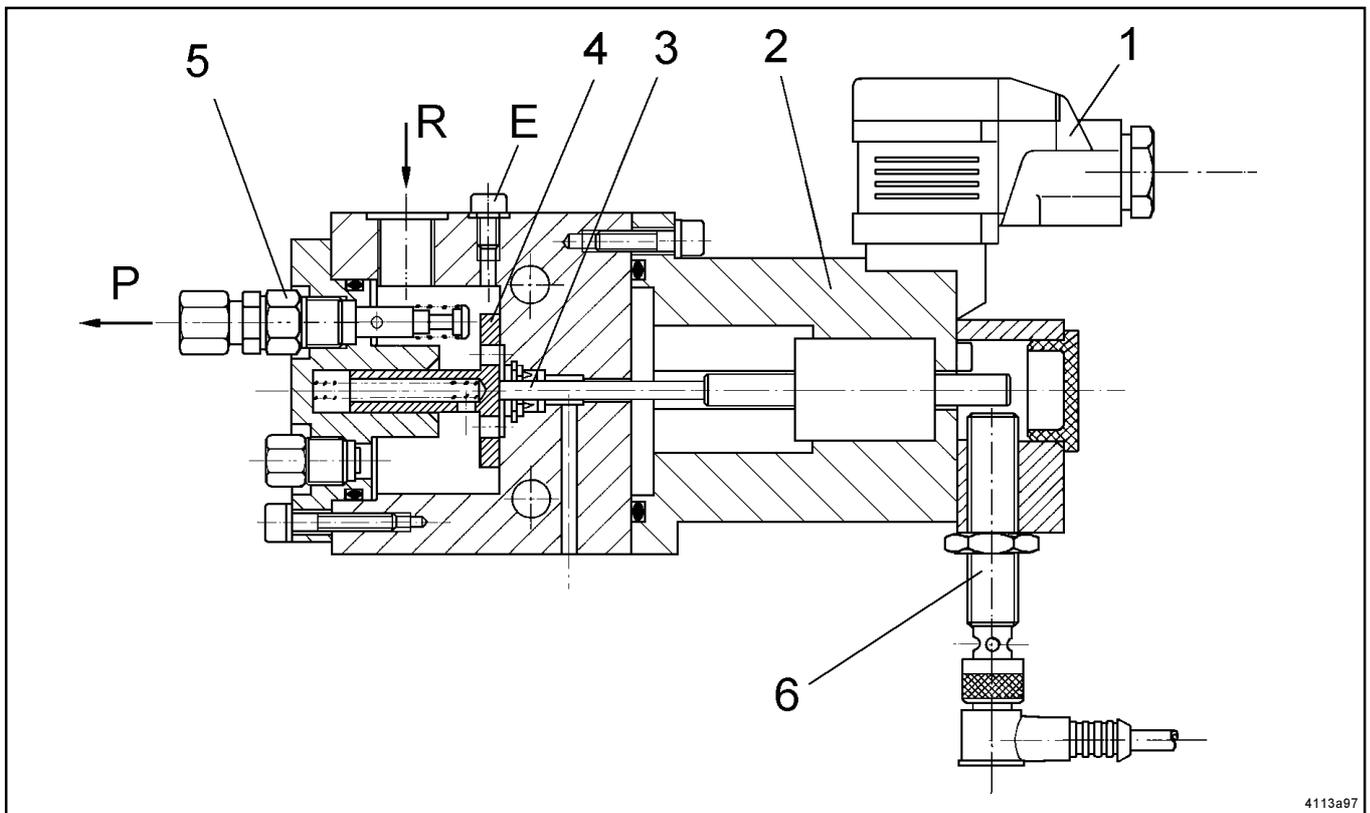

Abb. 2 - Schnittzeichnung der Magnetpumpe
- Der Antrieb der Pumpe erfolgt durch einen Elektromagneten (2 Abb. 2).
- Der Anker des Elektromagneten (2, Abb. 2), erhält über den Näherungsschalter (7, Abb. 1) einen elektrischen Impuls (Ansteuerung). Er schlägt dabei über den Stößel (3, Abb. 2) auf die Druckplatte (4). Die Druckplatte versetzt die Kolben in den Pumpenelementen (5) in Bewegung.
- Die Kolben stoßen eine dosierte Ölmenge zum Druckschluß (P) aus. Der Rückhub der Pumpenkolben und des Ankers erfolgt über Federkraft. Beim Rückhub saugen die Kolben aus dem Vorratsraum frisches Öl an. Die Pumpe ist bereit für den nächsten Schmierimpuls.
- Der Näherungsschalter (6, Abb. 2; Ausstattung wahlweise) überwacht die Bewegung des Magneten und dadurch auch die Funktion der Pumpe.
- * Entlüftungsschraube (4, Abb. 2) herausdrehen, bis das Öl ausgetreten ist. Danach die Entlüftungsschraube wieder einschrauben.